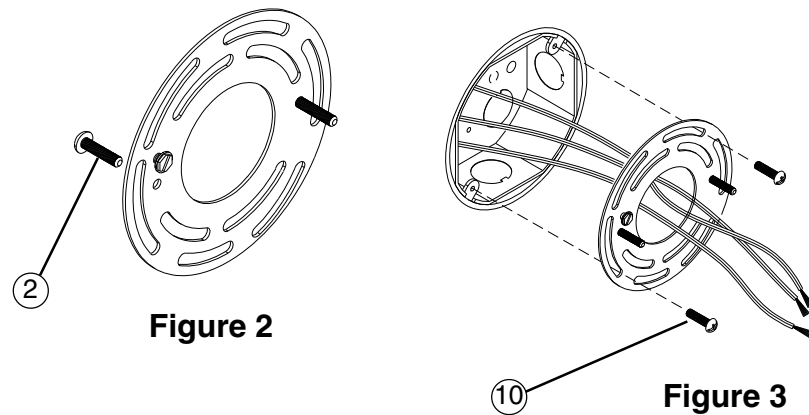

Figure 2
2. Prepare Mounting Plate (1) for mounting by installing 1-1/2" Screws (2) into Mounting Plate (1) as shown in **Fig. 2**
1. Saque los componentes del luminario y paquete(s) de piezas. Compruebe que todas las piezas estén incluidas. **Vea Fig. 2.**
2. Prepare la Placa de Montaje (1) para montaje instalando Tornillos 1-1/2" (2) en la Placa de Montaje como mostrado en **Fig. 2.**